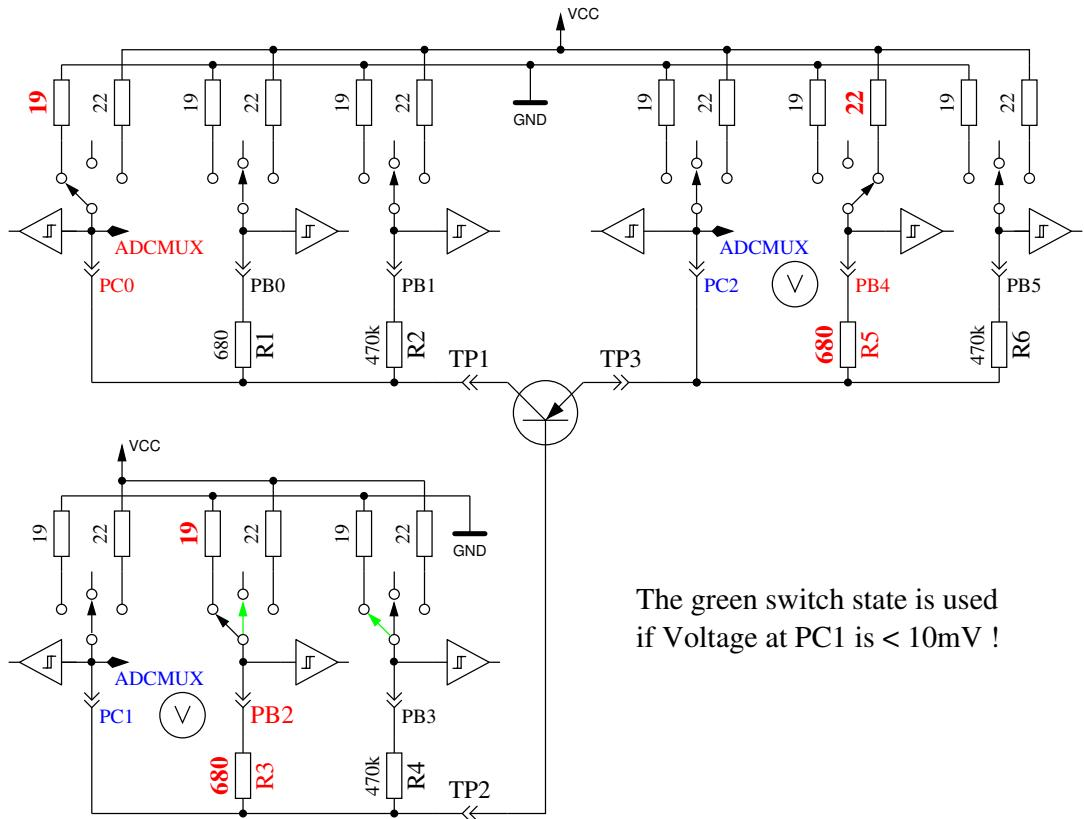

Abbildung 5.4. hFE-Messung eines PNP-Transistors in Kollektor-Schaltung
Zuerst wird der Stromverstärkungsfaktor in der Kollektor-Schaltung (Emitter-Folger) für den angenommenen PNP-Transistor gemessen. Die Messsituation wird in Abbildung 5.4 gezeigt. Wenn die gemessene Basis-Spannung (UB) über 9mV mit dem 680Ω Widerstand liegt, wird die Stromverstärkung hFE berechnet mit $hFE = \frac{UE - UB}{UB}$. Die Spannung UE ist die Differenz der Emitter-Spannung zu VCC. Die Differenz des 22Ω und 19Ω -Widerstandes wird nicht berücksichtigt. Wenn die Spannung UB unter 10mV liegt, wird die Messung mit dem $470k\Omega$ -Widerstand an der Basis gemacht. Für diesen Fall wird der Stromverstärkungsfaktor mit $hFE = \frac{UE \cdot 470000}{UB \cdot (680 + 22)}$ gebildet.